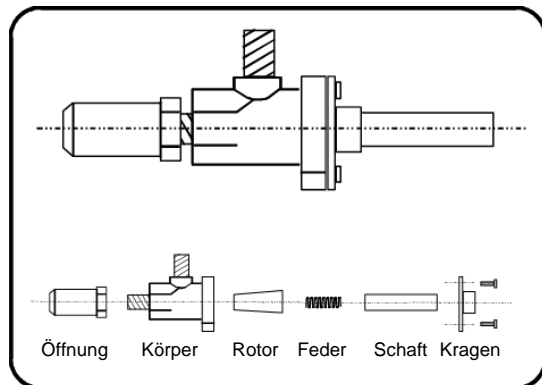

Abb. 6
4. Die Ventile vorsichtig auseinandernehmen. Siehe Abb. 6.